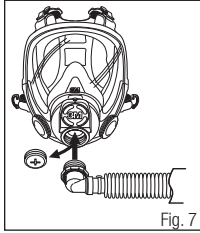

Fig. 7
5. Atornille el adaptador de codo del tubo de respiración GVP-123 en el puerto central del adaptador 6884 (Fig. 7).